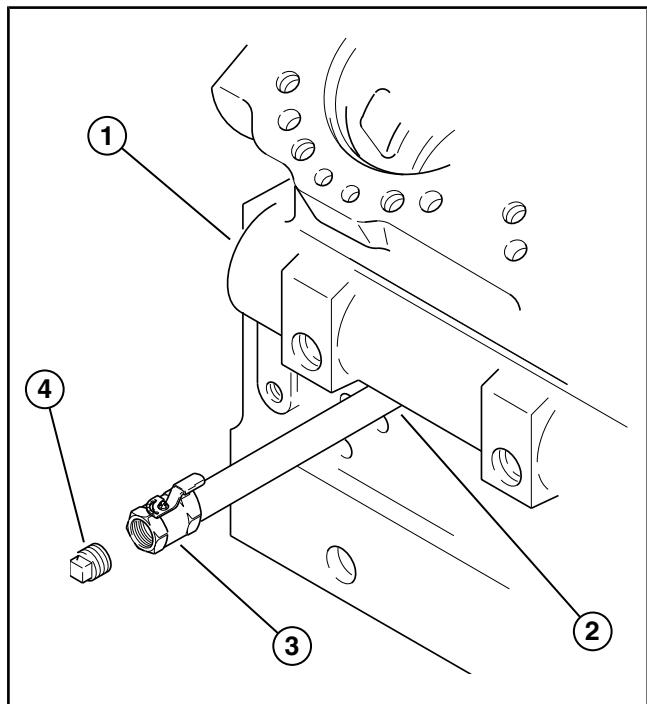

Рисунок 7.05-1: Место расположения слива
ПРИМЕЧАНИЕ: Для упрощения слива и промывки водяной рубашки охлаждения двигателя следует заменить одну из потайных заглушек без головки диам. 3/4 дюйм. NPT (19 мм) на предоставляемый заказчиком шаровой кран (см. Рисунок 7.05-1). Шаровый кран должен иметь резьбу для подключения соединителя для шланга и трубной заглушки. См. Таблица 7.05-3 Места расположения кранов для сброса воздуха на странице 7.05-4.
1. Снимите трубную заглушку с потайной головкой диам. 3/4 дюйм. NPT (19 мм) из дренажного отверстия, расположенного сразу под коллектором водяной рубашки (см. Рисунок 7.05-1).